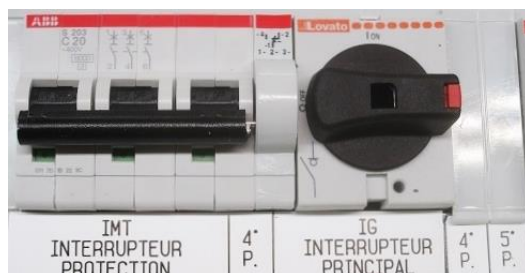

fig. 1
2. Aprire l'interruttore generale **IG** in posizione **OFF** (fig. 1) e, se presente, l'interruttore **IMT**